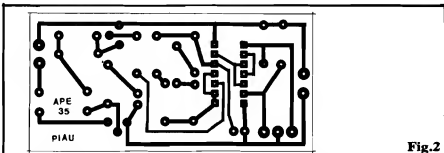

Fig. 2
- FIG. 2 - LAY OUT DO CIRCUITO IMPRESSO - A placa mostra desenho suficientemente simples de ilhas e pistas, para que até mesmo um iniciante "se vire" bem na sua confecção, desde que possua os necessários materiais para a traçagem, corrosão, furação e limpeza... De qualquer forma, recomendamos seguir com "fanatismo" as INS-